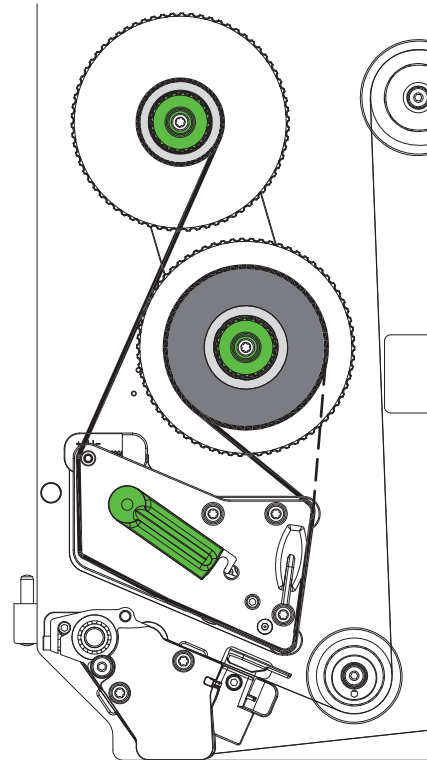

Bild 19 Transferfolienlauf
2. Hebel (6) gegen den Uhrzeigersinn drehen, um den Druckkopf anzuheben.
3. Transferfolienrolle (3) so bis zum Anschlag auf den Abwickler (4) schieben, dass die Farbbeschichtung der Folie nach dem Einlegen auf der dem Druckkopf abgewandten Seite liegt.
4. Abwickler (4) festhalten und Drehknopf (5) gegen den Uhrzeigersinn drehen, bis die Transferfolienrolle fixiert ist.
5. Geeigneten Transferfolienkern (1) auf den Transferfolienaufwickler (2) schieben und in gleicher Weise fixieren.
6. Transferfolie wie in Bild 19 durch die Druckmechanik führen.
7. Transferfolienanfang mit einem Klebestreifen am Transferfolienkern (1) fixieren. Hierbei die Rotationsrichtung des Transferfolienaufwicklers gegen den Uhrzeigersinn beachten.
8. Transferfolienaufwickler (2) gegen den Uhrzeigersinn drehen, um den Transferfolienlauf zu glätten.
9. Hebel (6) im Uhrzeigersinn drehen, um den Druckkopf zu verriegeln.